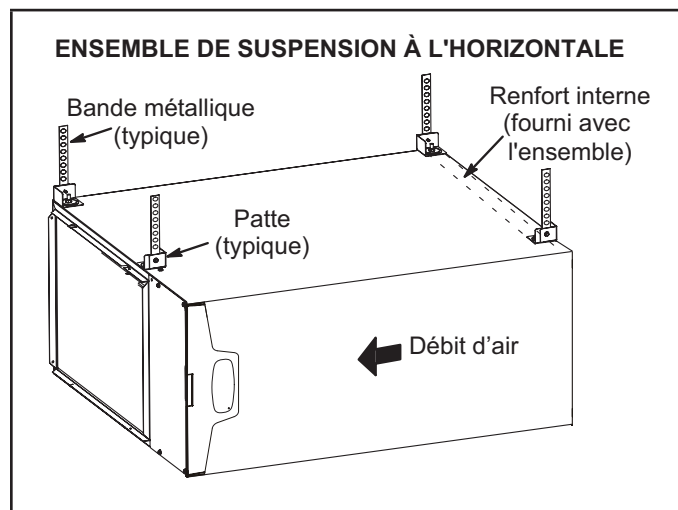
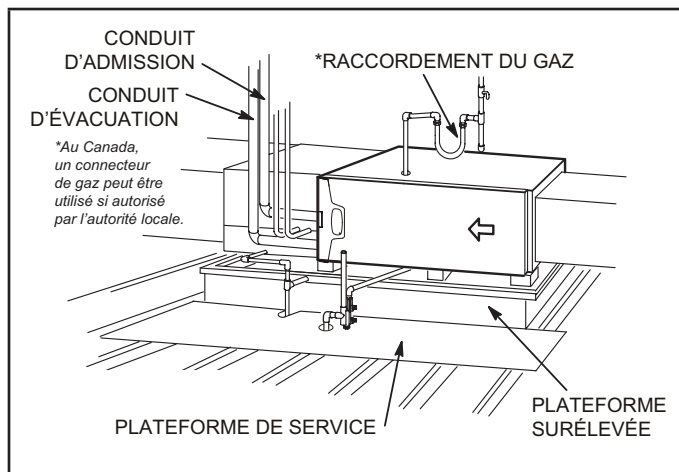

Figure 18
Figure 19
Ce générateur d'air chaud peut être installé dans un comble ou un vide sanitaire. Suspendez-le aux chevrons du toit ou aux solives du plancher comme illustré à la Figure 18 ou montez-le sur une plate-forme comme illustré à la Figure 19. Un ensemble de suspension à l'horizontale (51W10) peut être commandé auprès de Lennox ou remplacé pour un dispositif équivalent.
- 2 - Construisez une plateforme surélevée en bois et la recouvrir d'un panneau de contreplaqué. Si l'unité est installée au-dessus d'un espace fini, fabriquez une cuvette de drainage auxiliaire et installez-la sous l'unité. Installez l'unité dans le bac comme illustré à la Figure 19. Prévoyez un dégagement de 8 po en dessous de l'appareil pour le purgeur de condensat.